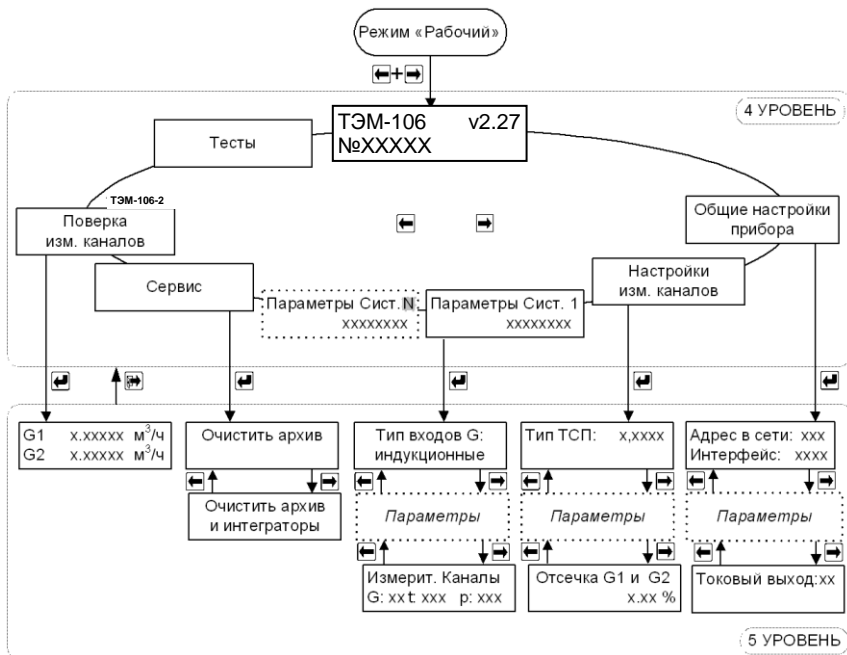

Рис. 7.3 Режим «Настройки» для ТЭМ-106. Пункт меню «Проверка изм. каналов» доступен только для модификации ТЭМ-106-2
7.4.1 Для входа в режим работы теплосчетчика «Настройки» необходимо, находясь в любом меню режима «Рабочий», **одновременно нажать кнопки «влево» и «вправо»**. Порядок перехода между окнами в режиме «Настройки» изображён на рис. 7.3.